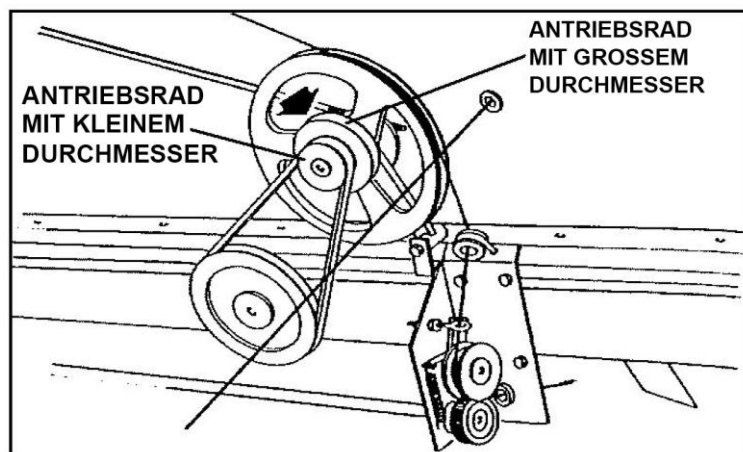

Abb. 16
Ein Fadenbinder hat zwei Antriebsräder (Abb. 16) die den Fadenträger mit zwei Geschwindigkeiten antreiben, entsprechend der folgenden Varianten:
- Klappenöffnungs-Steuerungsschlauch 3 mit den Anschluss von Hebel P des Traktors verbinden (Anschluss B, Abb. 16/A);
- Aufsammler-Anhebe Steuerungsschlauch 4 mit dem Anschluss von Hebel R des Traktors verbinden (Anschluss B, Abb. 16/A);